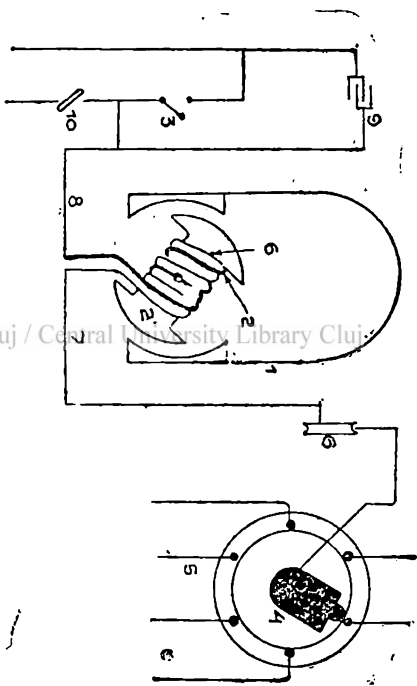

Fig. 4. Schema unui magneton.
*Magnetoul* (fig. 4), poate fi comparat cu o bobină de inducție, care știm că este un aparat ce produce curenți electrici de mare voltaj.